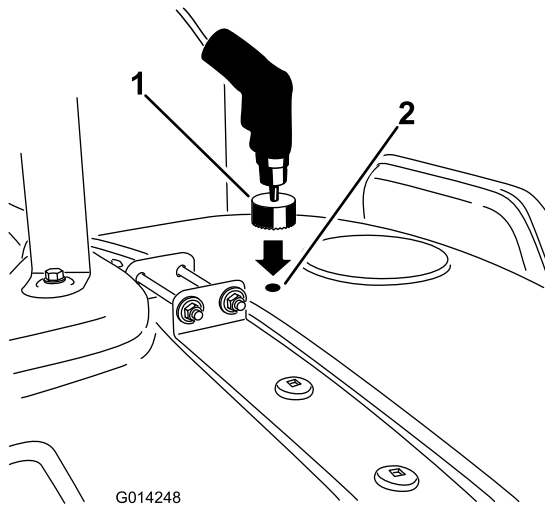

Bild 13
7. Wiederholen Sie die Schritte 4 bis 6 für das vordere Loch an der Bohrmarkierung vor dem Behälterdeckel (Bild 13).